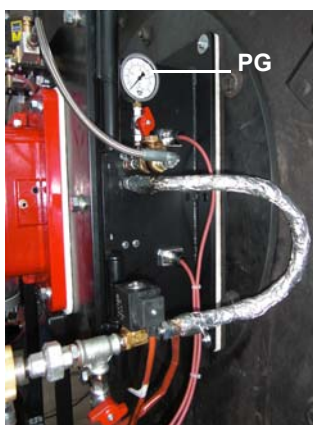

Рис. 22
- 9 для получения максимального расхода мазутного топлива регулировать давление (считывая значения на манометре **PG** - Рис. 22): все время проверяя параметры продуктов сгорания, воздействовать на винт варьируемого сектора **SV2** (см. Рис. 24), но по достижении положения большого пламени.